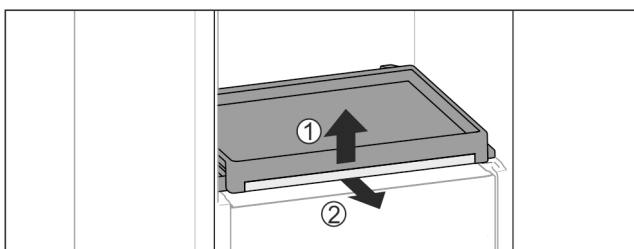

Fig. 77
- ▶ Rimuovere il ripiano estraibile con ripiano di vetro: sollevare leggermente in avanti il ripiano di vetro Fig. 77 (1) e tirarlo in avanti Fig. 77 (2).